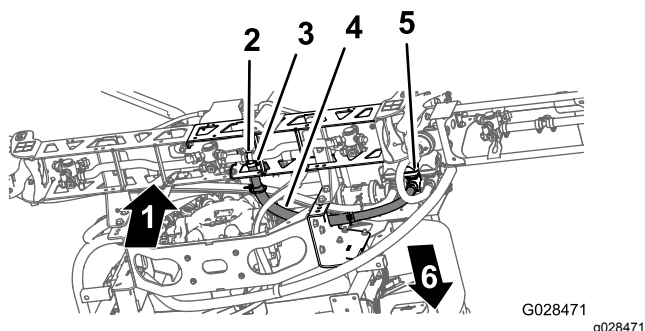

Figura 44
1. Infilate il flessibile della sezione della barra centrale come illustrato nella Figura 44.
2. Montate il flessibile della sezione della barra sul raccordo a T dentellato nella sezione della barra centrale e fissatelo con la fascetta stringitubo (Figura 44).